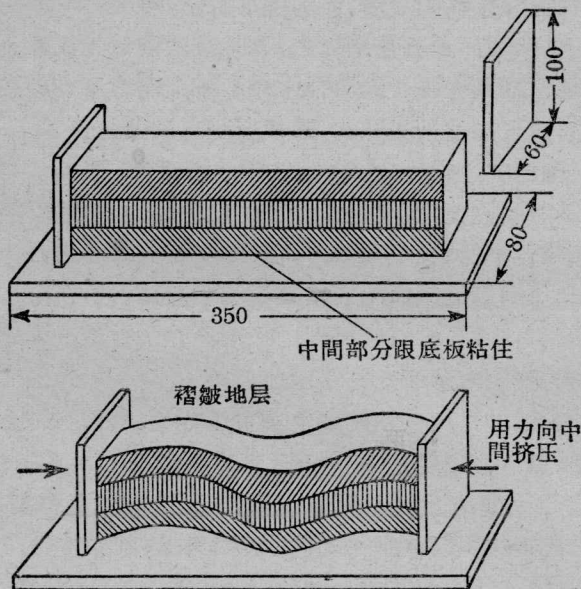

图2 地层模型(一)
1. 把废报纸裁成 300×40 (毫米)²的纸条,迭成 80 毫米高。用线把纸条的两端象钉书一样钉成一整块。同时在纸条的中间部分每隔 50 毫米用线钉牢,使纸条成为一整块,但是又能屈曲。用木板把纸条块压紧,用细沙纸打光它的侧面,再在侧面上涂上几层不同的颜色,代表不同的岩层。用胶水涂刷纸条块的两端,把两块长方形三夹板粘在上面。粘的时候要使纸块的下边跟三夹板的下边对齐。用长条三夹板做底板,在底板的中间部分涂上一层胶水,宽 5 毫米,把纸条块连同两端的三夹板放在这块底板上面,使纸块的中间部分跟底板粘牢(图 2)。